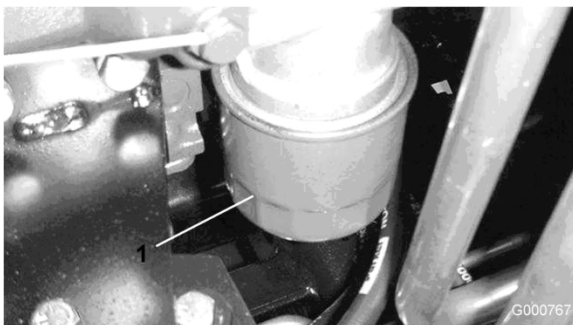

Bild 43
2. Entfernen Sie den Ölfilter (Bild 43). Ölen Sie die neue Dichtung am Ölfilter leicht mit frischem Öl ein, bevor Sie den Filter eindrehen. Ziehen Sie nicht zu fest.